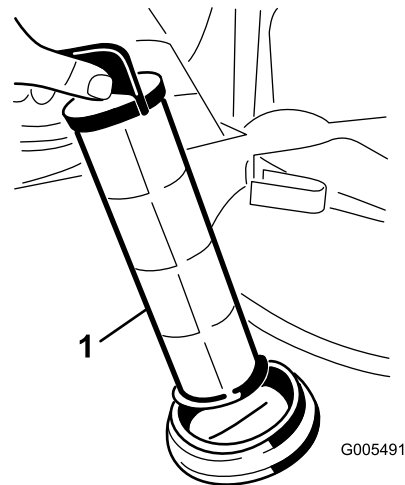

Figura 42
4. Estraete il filtro di aspirazione dall'alloggiamento del filtro nel serbatoio (Figura 42).